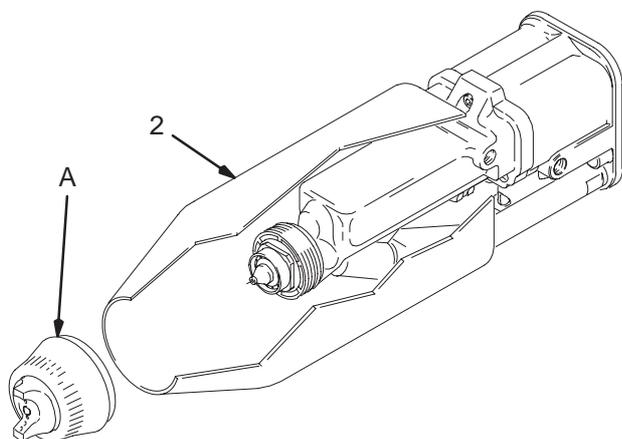

Fig. 32
2. Extraiga el conjunto de la válvula de aire (A) y el anillo de refuerzo (2). Vea la Fig. 32.